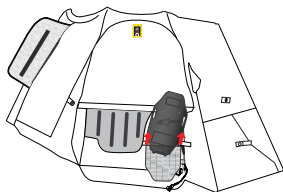

Figure 13
3. Retirez le boîtier du gonfleur (4) de sa poche en ouvrant les deux bandes auto-agrippantes (Figure 13).